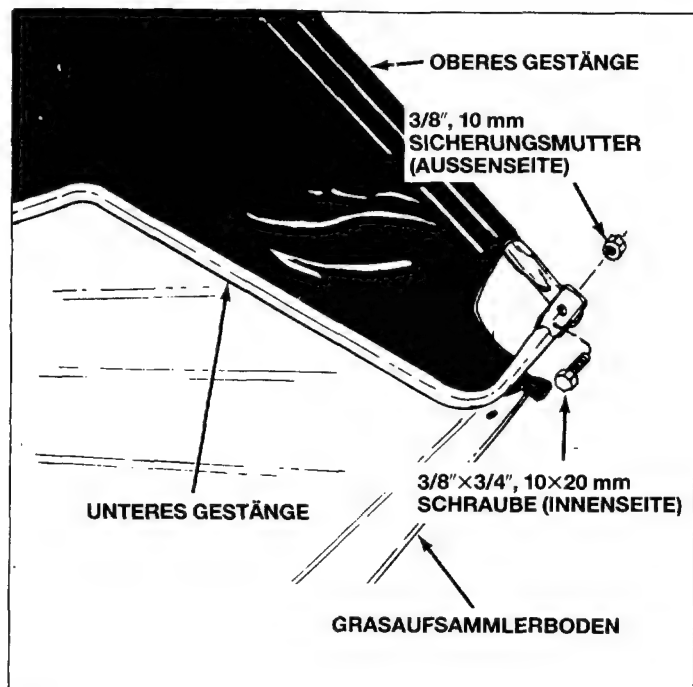

Bild 17
6. Die montierten unteren Gestänge wie in Bild 17 gezeigt in den Boden des Grasbehälters einsetzen.
7. Die Enden der oberen und unteren Gestänge mit zwei Sechskantschrauben 10×20 mm ($3/8 \times 3/4$ ") (auf der Innenseite) und Sicherungsmuttern 10 mm ($3/8$ ") (auf der Aussenseite) zusammenschrauben. Siehe Bild 17.